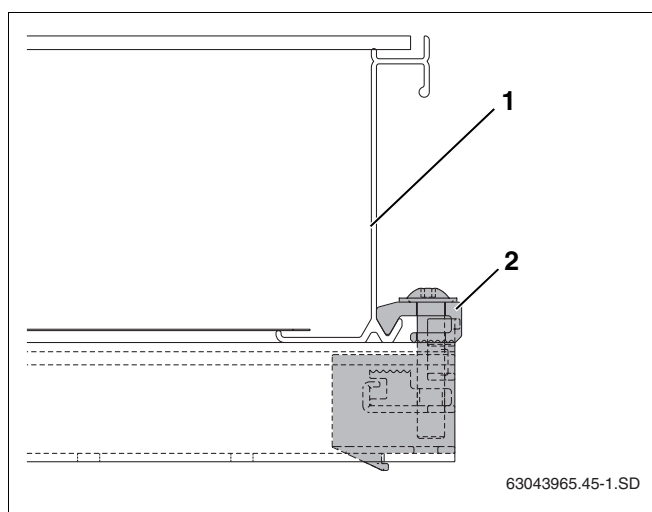

Fig. 46 Terminale di fissaggio dopo l'avvitamento
- ▶ Far scivolare con cautela il collettore (fig. 46, **pos. 1**) contro il terminale di fissaggio e allineare orizzontalmente.
- ▶ Avvitare il terminale di fissaggio con la chiave SW5 (fig. 46, **pos. 2**).
Il morsetto (fig. 46, **pos. 2**) del terminale fa ora presa sul bordo inferiore del collettore.